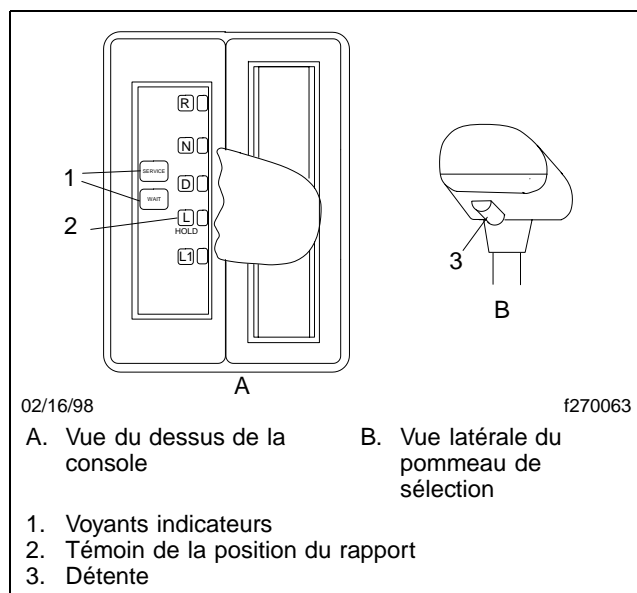

Fig. 8.19, Console standard pour le conducteur (DCC)
- Le DCC standard (**Fig. 8.19**) a des indicateurs pour les trois positions de marche avant : Drive (conduite), Low (2^e vitesse) et Low1 (1^{re} vitesse), plus les positions de marche arrière (R) et du point mort (N). Des voyants de service et d'attente sont également situés sur la console. La poignée de sélection de rapport contient les boutons de changement à une vitesse supérieure et inférieure et le bouton de détente du levier de sélection de rapport.